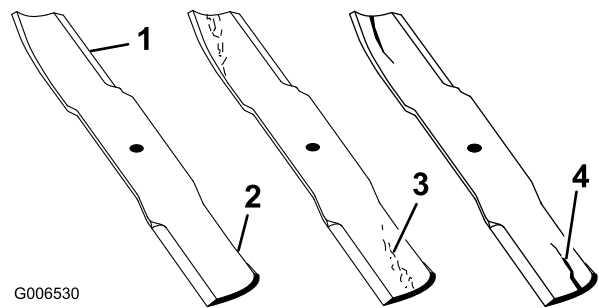

Figura 44
1. Inspeccione los filos de corte (Figura 44). Si los bordes no están afilados o tienen mellas, retire las cuchillas y afílelas; consulte *Cómo afilar las cuchillas*.
2. Inspeccione las cuchillas, especialmente la parte curva (Figura 44). Si observa daños, desgaste o la formación de una ranura en esta zona (elemento 3 en la Figura 44), instale inmediatamente una cuchilla nueva.